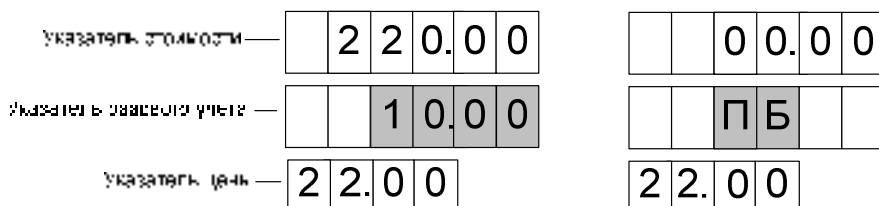

Рисунок 5
9.2 Для выдачи топлива необходимо задать дозу с системы управления. Когда устройство будет готово к отпуску топлива, в средней строке табло мигающими символами отобразится величина заданной дозы, а в случае отпуска "до полного бака" – символы "ПБ" (рисунок 5). Это дает клиенту удобный способ определить, когда можно начать заправку, а также убедиться, что задано именно то количество топлива, которое он заказывал. Для запуска налива необходимо снять раздаточный кран или подать команду "Пуск" с системы управления, после чего значения стоимости и объема на табло обнуляются. С этих пор на табло отображается *отпущенная* на текущий момент доза.